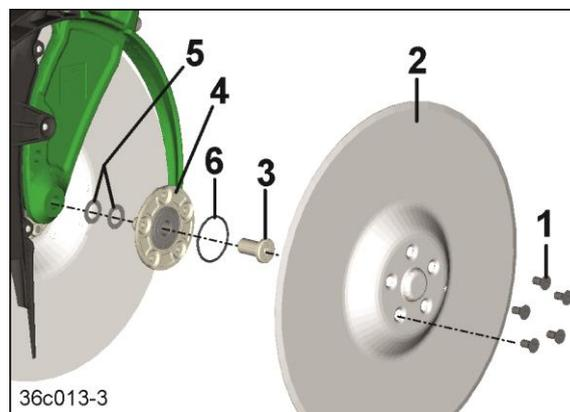

Fig. 488
1. Alle Senkkopfschrauben (Fig. 488/1) lösen und die Säscheibe (Fig. 488/2) abnehmen.
2. Die Zentralschraube (Fig. 488/3) lösen und das Lagergehäuse (Fig. 488/4) mit den Distanzscheiben (Fig. 488/5) abnehmen.
Die Zentralschraube (Fig. 488/3)
3. Den O-Ring (Fig. 488/6) bei Beschädigung ersetzen.
4. Distanzscheiben (Fig. 488/5) nach Bedarf entfernen/hinzufügen.
Nicht benötigte Distanzscheiben (Fig. 488/5) auf die Zentralschraube (Fig. 488/3) schieben, da die Länge der Gewindebohrung für die Zentralschraube begrenzt ist.
5. Das Lagergehäuse (Fig. 488/4) mit der Zentralschraube (Fig. 488/3) anschrauben (Anzugsmoment: 100 Nm/73.76 ft-lb).